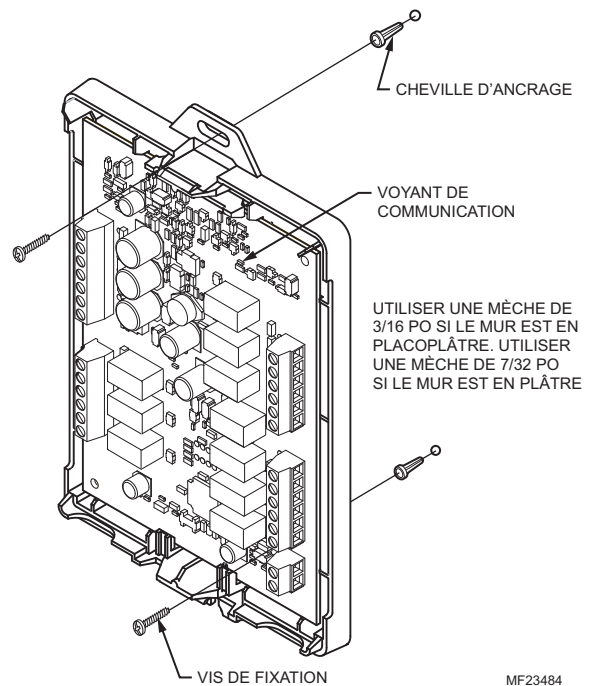

Fig. 8. Installation du module d'interface.
5. Insérer les vis de fixation dans les trous et les resserrer. Voir la Fig. 8.
Le module d'interface comporte un voyant à DEL (Voir la Fig. 8) qui renseigne sur l'état du module, comme suit :